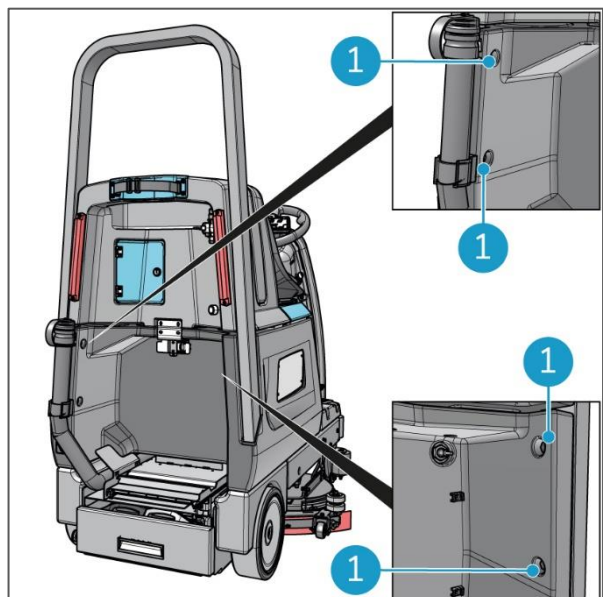

Figura 13
1. Coloca la barra de la i-mop en la parte trasera de la i-drive (Figura 13).
2. Aprieta los 4 tornillos (Figura 13, pos. 1) (par 15 Nm).